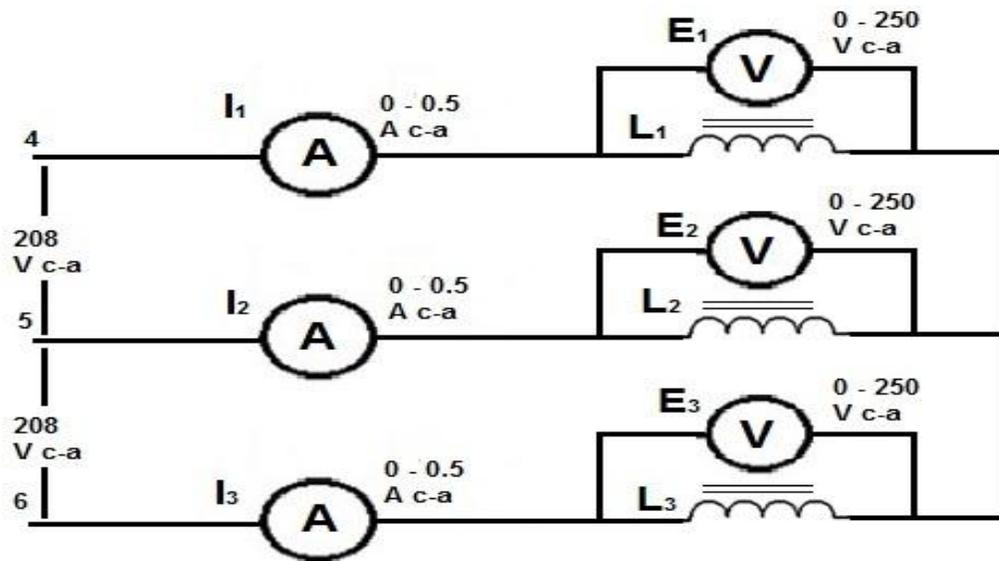

FIGURA 5-1
1. a) Use los **Módulo EMS de inductancia, fuente de alimentación y medición de c-a**, para conectar el circuito en **ESTRELLA** que se ilustra en la Figura 5.1. Use una sección sencilla de inductancia para cada una de las cargas L₁, L₂, y L₃. No conecte el neutro del módulo de inductancia al neutro de la fuente de alimentación.